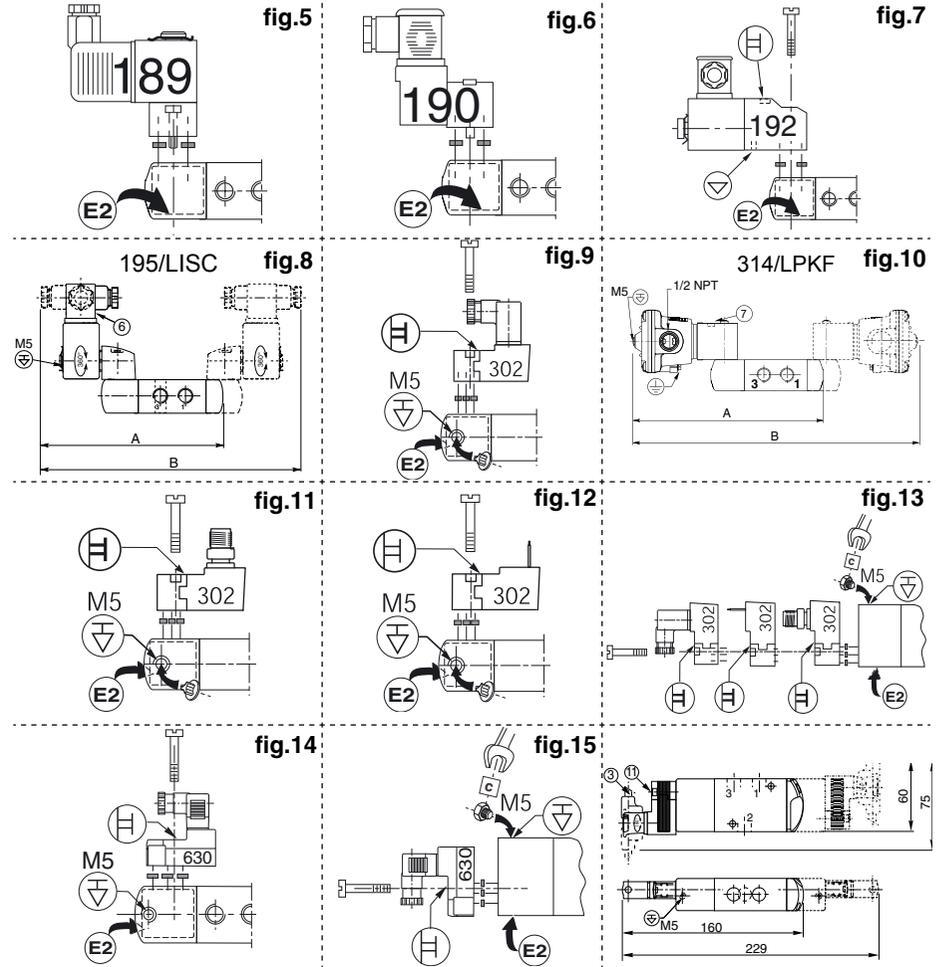

fig.2
- **Функция 5/2 или 5/3:** Впуск давления в отверстие 1. Выхлоп давления в отверстиях 2 и 4. Выхлопные газы направляются через клапан к отверстиям 3 и 5. Комплект из 2 предохранителей от выхлопных газов (рис. 2).
- Серия 553: Впуск давления в отверстие 1 с резьбой 1/2 дюйма. Выхлопные газы в отверстие 3 с резьбой 1/2 дюйма. Выхлопные газы из клапан с пружинным возвратом привода простого действия направляются через золотниковый клапан в отверстие 3. Рекомендуется использовать защиту отверстия 5 (при ее отсутствии). **Не пломбировать.** Комплект из 2 предохранителей от выхлопных газов (рис. 2).